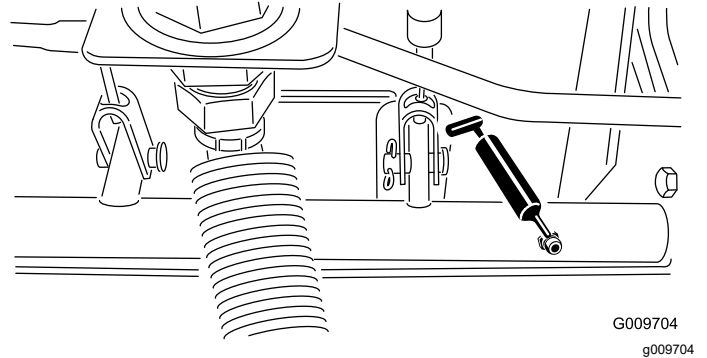

Figura 36
- Cuscinetti orientabili dell'albero del freno (5) come illustrato nella Figura 36